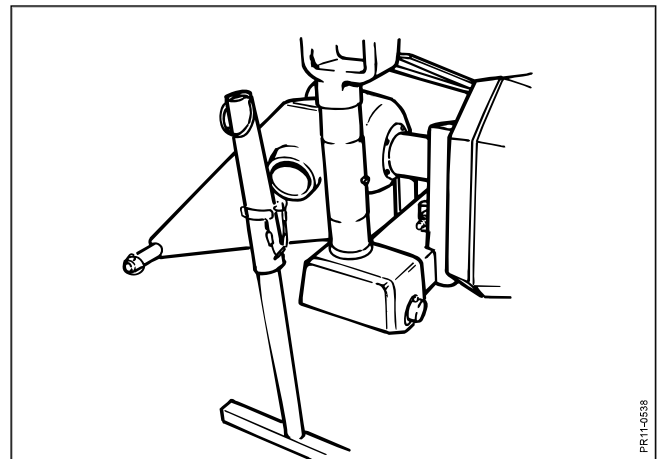

Fig. 1-4
- Fig. 1-4:** Støttebenet monteres på toprammen.